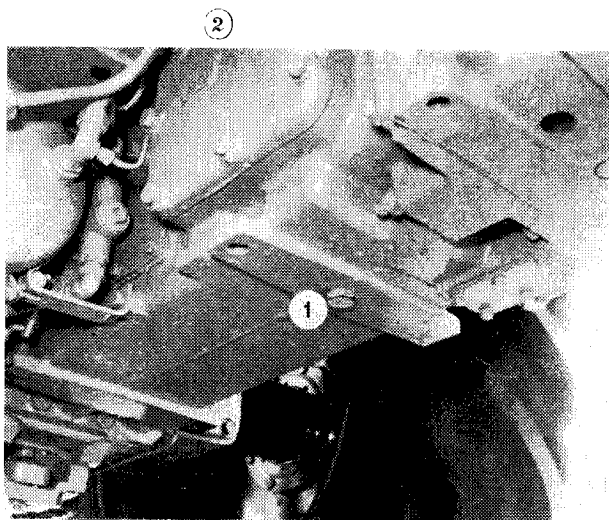

Fig. 12
18. Vis de vidange de l'huile hors de la boîte de vitesses et de la boîte de différentiel (fig. 12/1).